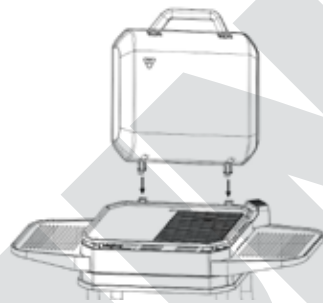

fig. 12
15. Conecte el enchufe del termostato con la hembra en la placa de parrilla (fig. 12). Atención: ¡Inserte siempre primero el enchufe del termostato en el casquillo situado en el aparato y solo después el conector de red en la toma de corriente!